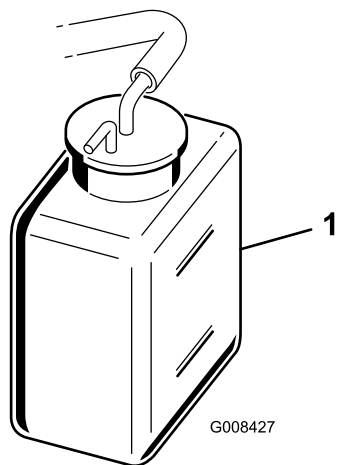

Figura 31
2. Controllate il livello del refrigerante (Figura 31). Quando il motore è freddo, il livello dovrebbe trovarsi tra le linee presenti sul serbatoio di riserva.